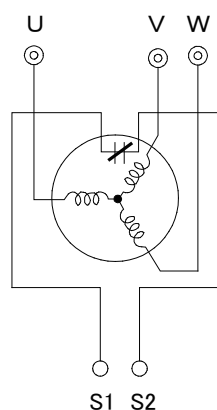

図2-8 標準ノンシールポンプモータ巻線および、サーモスタット結線図（例）
- (2) サーモスタットの最大定格はAC 220 V、1.5 Aです。使用条件によっては、サーモスタットの作動回数が多くなる場合もありますので接点保護のため、表2-3のような低電圧、小電流で使用してください。接続方法の一例を図2-8に示します。